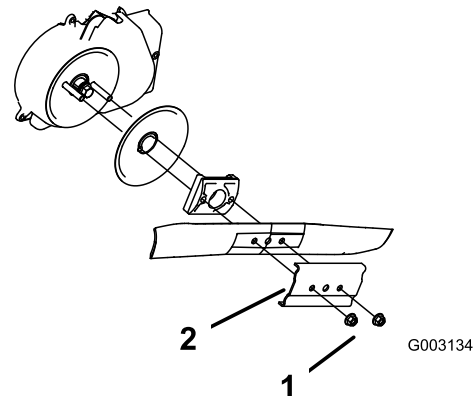

Figura 43
3. Retire las 2 tuercas de la cuchilla y el refuerzo (Figura 43).
4. Retire la cuchilla (Figura 43).
5. Retire el impulsor de la cuchilla y el disco (Figura 43).
6. Retire el protector del embrague del freno de la cuchilla (Figura 43)
10. Instale la cuchilla y el refuerzo que retiró anteriormente (Figura 43).